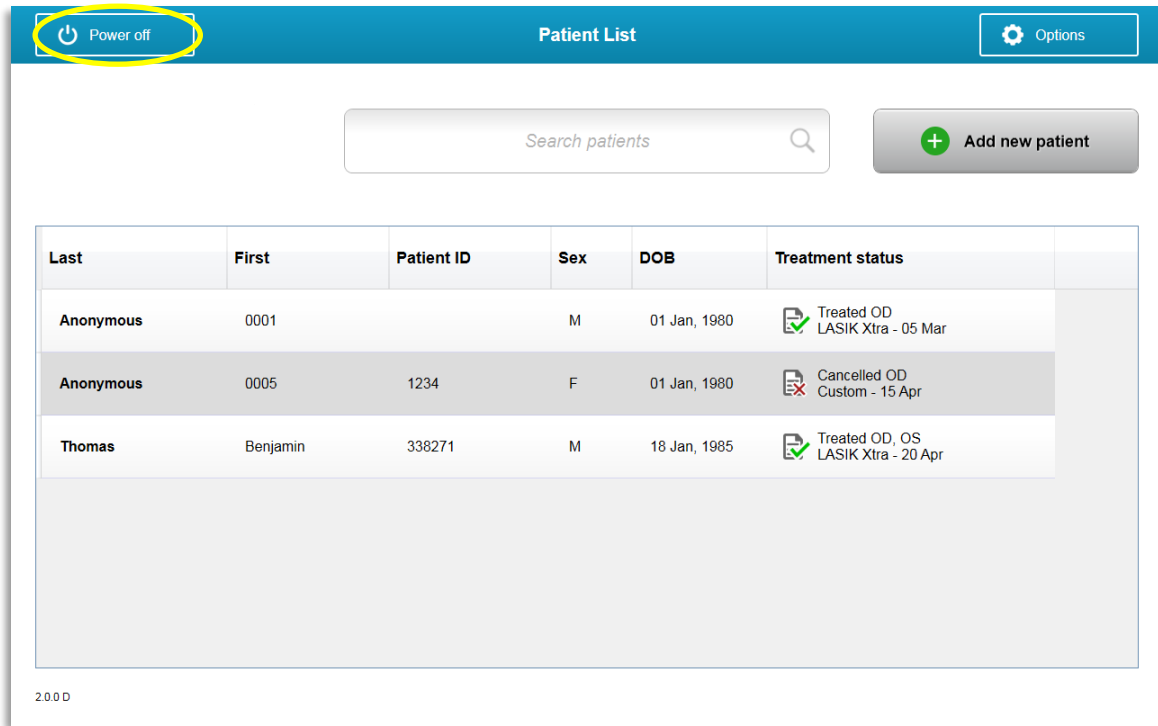

Figura 3-47. Seleccione "Apagar" (Power off)
- Seleccione “Apagar” (Power off) en la pantalla inicial "Lista de pacientes" (Patient List), tal como se muestra en la figura 3-47.